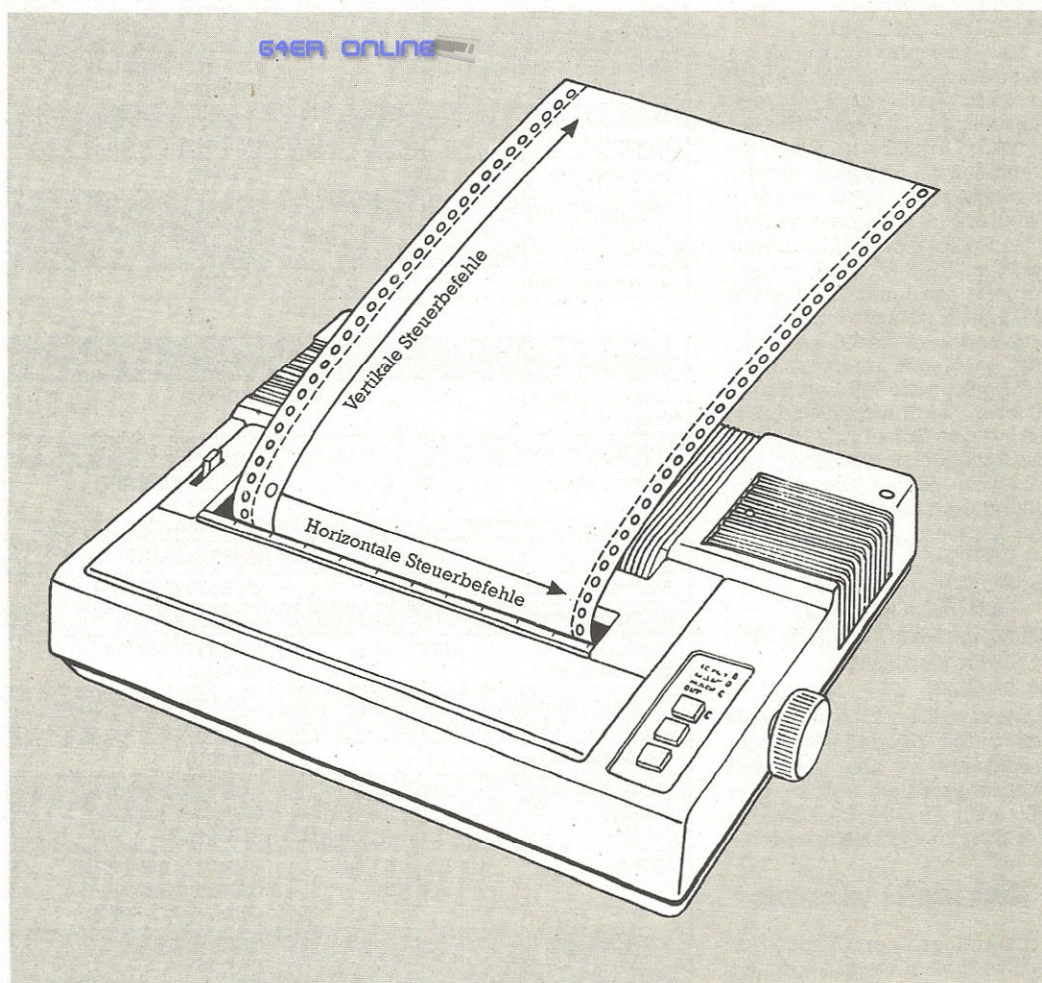

Bild 1. Der Drucker als Koordinatensystem
Bei den Befehlen für die Formatsteuerung handelt es sich um zwar wichtige, aber in ihrer Gesamtheit nur wenig benutzte Befehle. Es ist deshalb interessant, die Formatsteuerbefehle zunächst einmal in ihre zwei wesentlichsten Gruppen zu unterteilen. Man unterscheidet zwischen horizontalen Formatbefehlen und vertikalen Formatbefehlen. Allen horizontalen Formatbefehlen ist gemeinsam, daß sie auf den Druckkopf wirken, das heißt, daß sie die Position des Druckkopfes auf dem Papier in waagrechter Richtung bestimmen. Bei den vertikalen Befehlen wird die Position des Druckkopfes, ausgehend von seiner momentanen Position, errechnet und das Papier dementsprechend vor- oder zurückgespult. Das Papier kann man sich dabei wie ein großes Koordinatensystem vorstellen (Bild 1). Wir wollen Ihnen diese Befehle nun erklären, wobei wir uns bei den Befehlen an den ESC/P-Standard halten. Beginnen wir mit den beiden einfachsten Befehlen zur Formatsteuerung, dem CR (Carriage Return) oder auch Wagenrücklauf und dem LF (Linefeed) auch Zeilenvorschub genannt. Gerade diese beiden Befehle sind es, die immer wieder Schwierigkeiten machen. Man erkennt das dann daran, daß zu viele (Lücken) oder zu wenig (Druck auf einer Zeile) Zeilenvorschübe da sind. Zu diesem Problem kommt es, weil manche Drucker immer dann, wenn sie einen Wagenrücklauf (CR) bekommen, auch gleichzeitig einen Zeilenvorschub (LF) machen, und manche Drucker nicht. Bei den meisten Druckern kann man diese Funktion über einen DIL-Schalter einstellen. Wer seinen Drucker allerdings neu hat, staunt nicht schlecht, wenn sein Drucker den gesamten Text auf einer Zeile druckt. Programmtechnisch gesehen stellen natürlich auch diese beiden Befehle einen CHR\$-Wert dar. Beim Wagenrücklauf, der zu den horizontalen Steuerbefehlen gehört, ist dies der CHR\$(13), beim Zeilenvorschub (vertikaler Steuerbefehl) der CHR\$(12). Sendet man diese CHR\$-Werte an den Drucker, so wird ein Wagenrücklauf und ein Zeilenvorschub durchgeführt. Wenn Sie das jetzt ausprobiert haben, so werden Sie wahrscheinlich feststellen, daß der